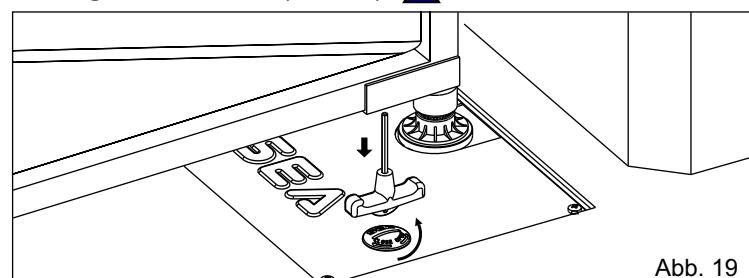

Abb. 19
-Mit dem Rücken des mitgelieferten Schlüssels den Stöpsel der Entriegelung, der die zuvor installierte Verlängerung schützt, entfernen (Abb. 19).